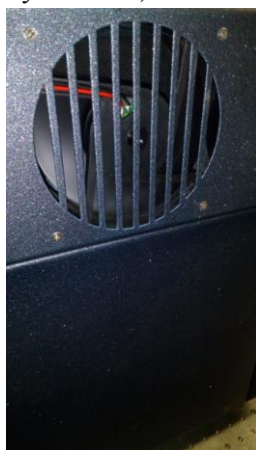
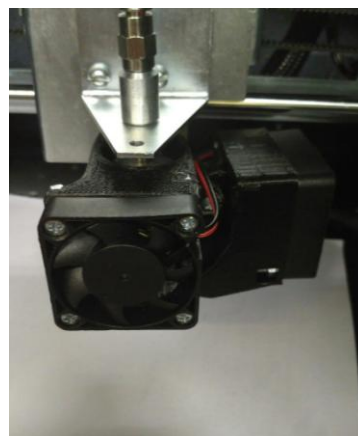

Рисунок 2.11 - Запуск вытяжного устройства
Рисунок 2.12 - Запуск обдува экструдера
6. Убедиться в запуске вентиляторов а) вытяжного устройства(рисунок 2.11), б) обдува экструдера (рисунок 2.12).